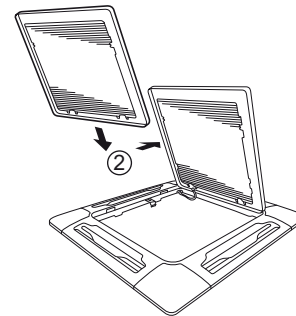

Fig. 7-5
- c) A griglia di aspirazione dell'aria aperta, rimuovere la cerniera della griglia dal pannello del soffitto facendola scivolare nella direzione indicata dalla freccia ②. (Fig. 7-5)